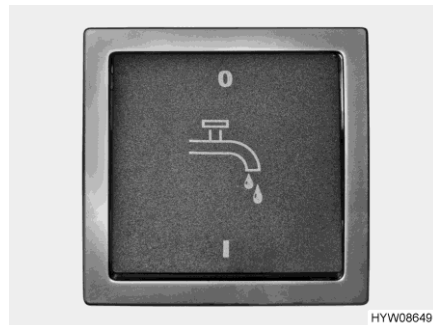

Bild 137 Brytare (vattenpump)
- ▷ Innan man kan använda vattenkranarna måste 12 V-försörjningen och vattenpumpen tillkopplas på panelen via brytaren (Bild 137). Vattenpumpen arbetar inte annars.